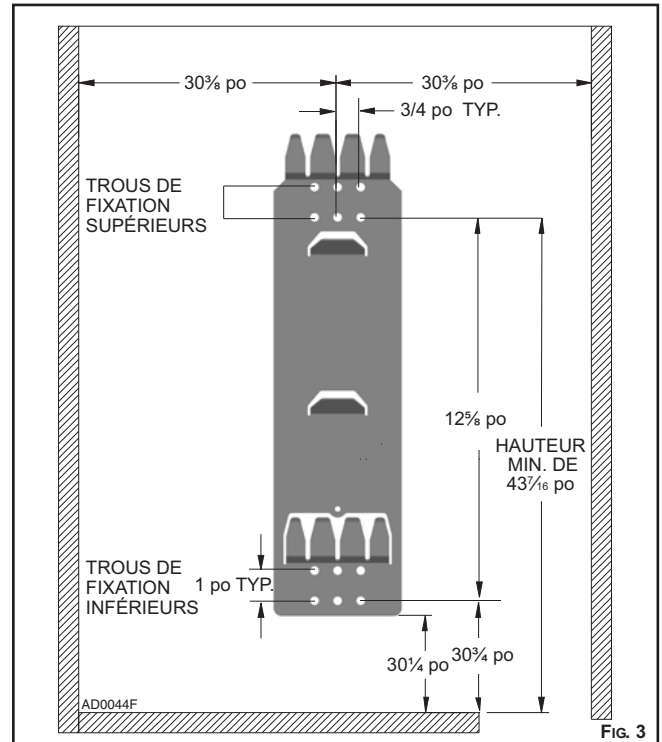

Fig. 3
3. Positionner et fixer le support mural à l'aide des vis fournies. Voir Fig. 3 pour les dimensions relatives au montage.